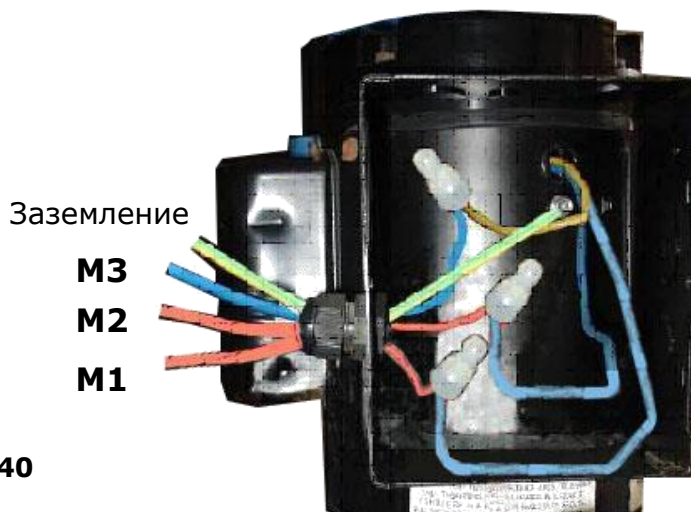

Рис. 40
6.2 Схема подключения проводов двигателя на 380В (См. Рис. 40).